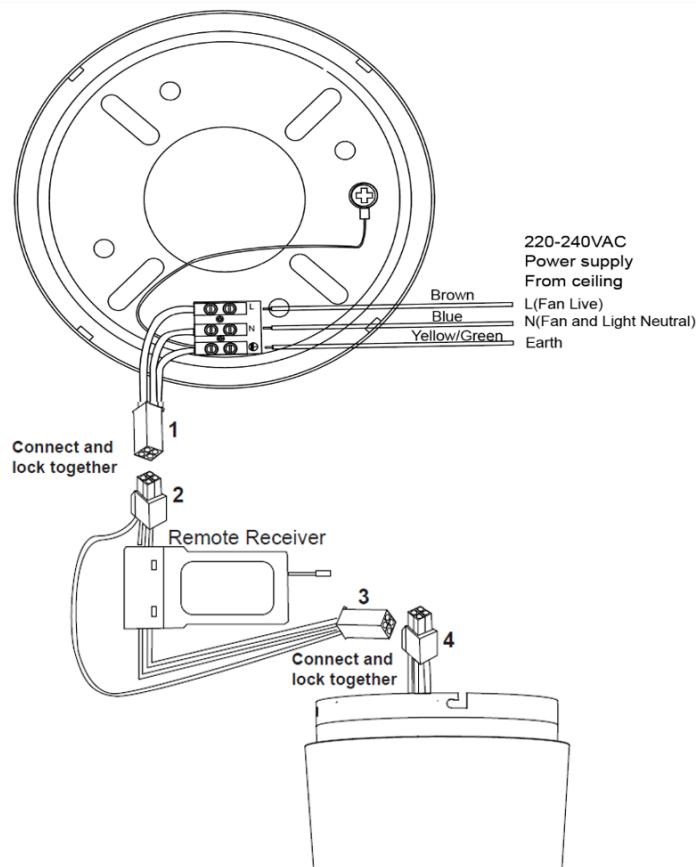

Fig. 5
MODÈLES AVEC TÉLÉCOMMANDÉ SCHÉMA DE CÂBLAGE (Fig.5) :
- Raccordez les fils L, N et la terre au bornier du support de montage, comme indiqué dans le diagramme de la Fig. 5.
- Branchez les connecteurs rapides du support de montage (1) et du récepteur à distance (2) et assurez-vous qu'ils se verrouillent.
- Branchez les connecteurs rapides du récepteur à distance (3) et du ventilateur (4) et assurez-vous qu'ils se verrouillent.